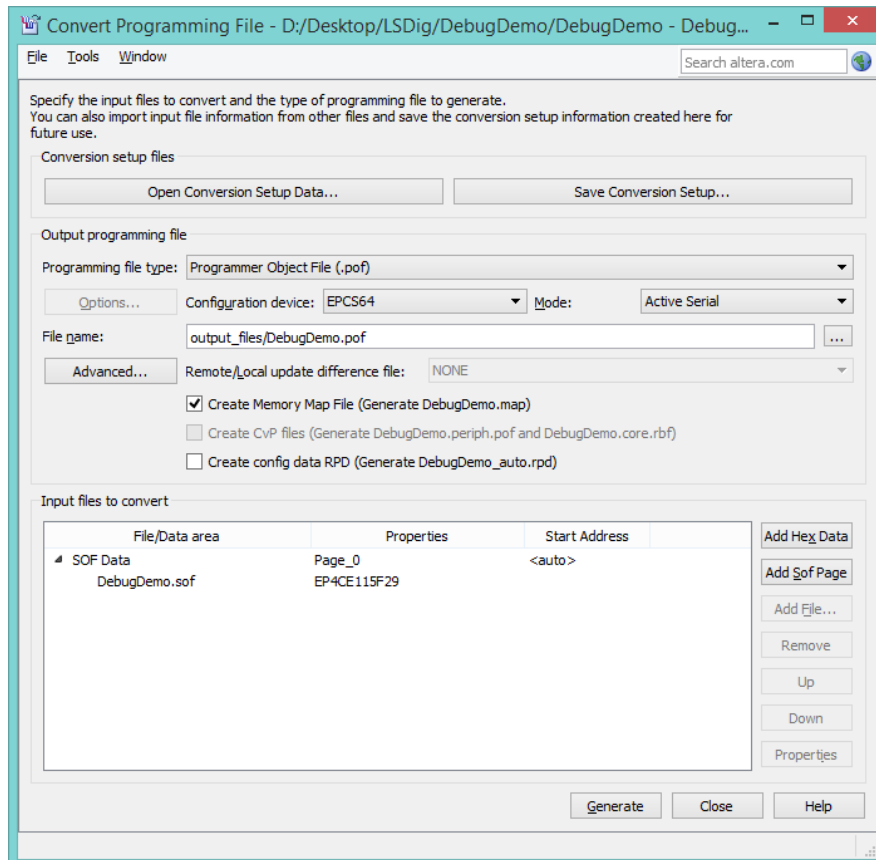

Figura 19 – Adição do ficheiro SOF (DebugDemo.sof).
3. Adicione o ficheiro SOF (DebugDemo.sof) à página 0 da memória FLASH, selecionando *SOF Data* e premindo *Add File* (figura 19). De seguida prima *Generate* para gerar o ficheiro POF.